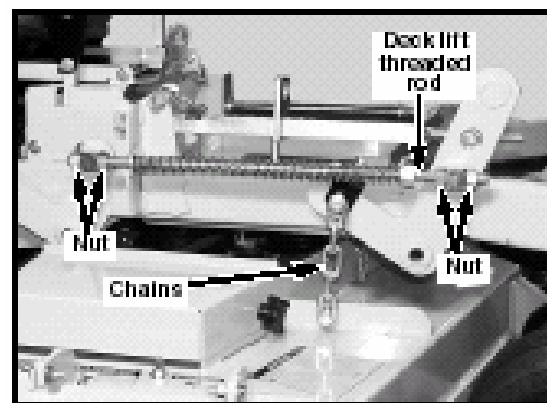

Figure 5-20
20. Assurez-vous que la chaîne ne soit pas complètement tendue. Sinon, desserrez les deux écrous situés sur le bloc maintenant la tige filetée jusqu'à ce que la chaîne de relevage du plateau soit un peu détendue. Fig. 5-20